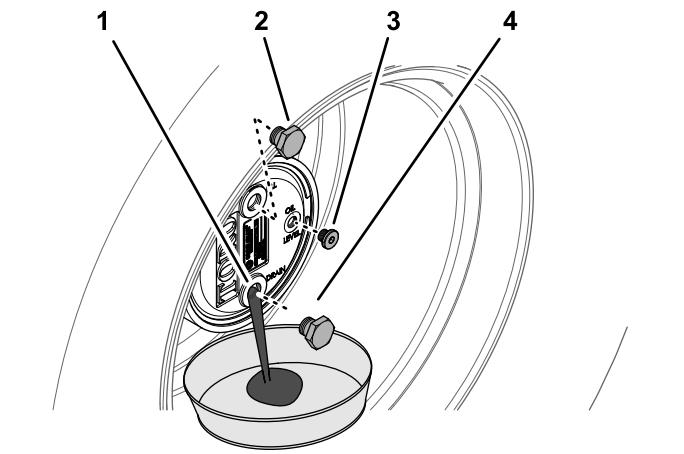

Figura 67
- Demontujte zátku plnicího otvoru nacházející se v poloze 12 hodin a zátku kontrolního otvoru umístěnou v poloze 3 hodin (Figura 67).
- Pod náboj planetového soukolí umístěte vypouštěcí nádobu, demontujte vypouštěcí zátku umístěnou v poloze 6 hodin a nechejte veškerý olej vytéct (Figura 67).
- Namontujte vypouštěcí zátku do vypouštěcího otvoru skříně planetové převodovky (Figura 67).